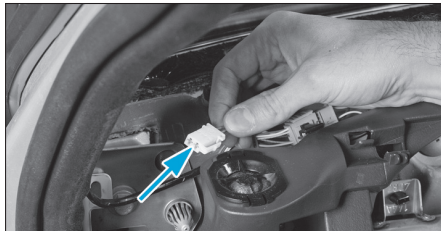

Fig. 34
- le connecteur électrique des hauts parleurs (Fig.34),